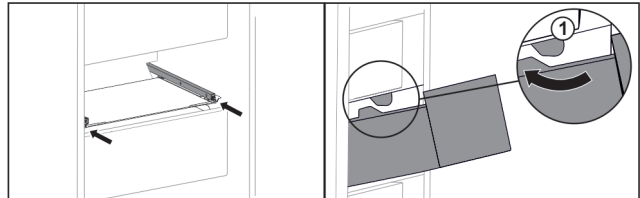

Fig. 118
- ▶ Обведите выдвижной ящик вокруг стопора Fig. 118 (1).